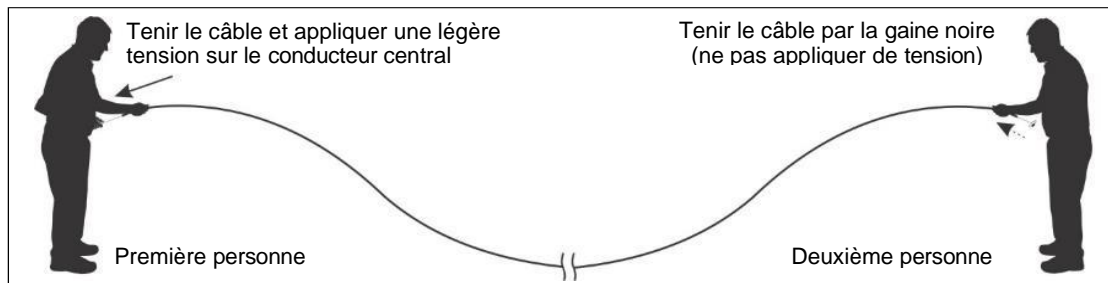

Figure 16 : Conditionnement du câble FlexZone (partie 2 du filage du câble)
1. La première personne commence par tenir le câble par la gaine noire d'une main et exerce une légère tension de traction sur le conducteur central de l'autre main (voir figure 16 :). La deuxième personne tient le câble par la gaine noire et laisse le conducteur central se déplacer librement (sans appliquer de tension). La première personne arrête de tirer lorsqu'elle rencontre une augmentation de la résistance ou que le conducteur central ne peut plus être tiré.